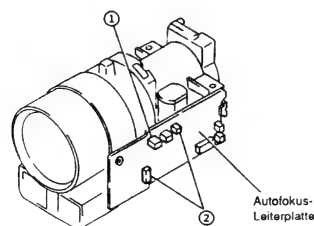

Abb. 2-104
- 1) Den Stecker von der Autofokus-Leiterplatte abtrennen (siehe Abb. 2-104).